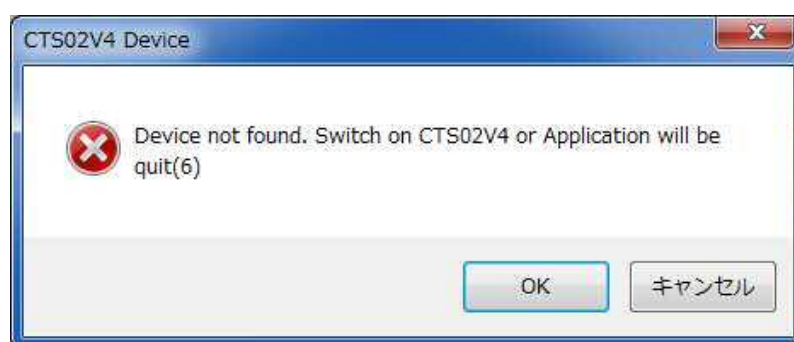

図 5.1-2 警告ダイアログ
- 下記に示す警告ダイアログ(図 5.1-2)が表示されます。